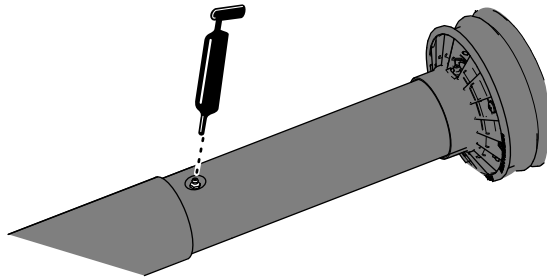

**Figura 9**
2. Mueva el árbol de transmisión de la TDF sobre el apoyo del árbol de transmisión de la guía de las mangueras (Figura 9).